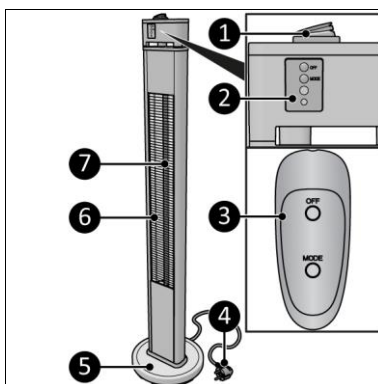
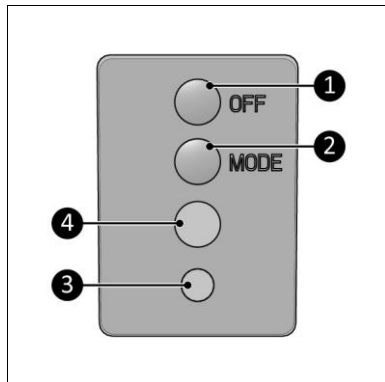
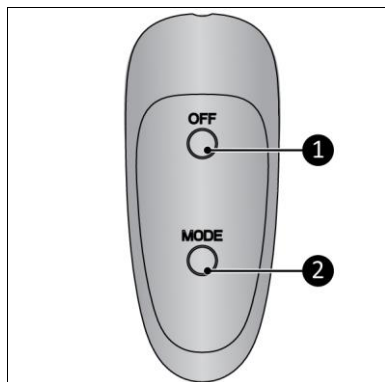
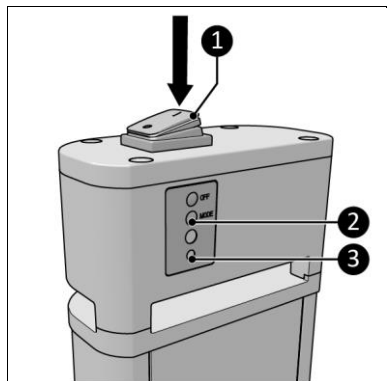

Figure 3
Figure 4
Figure 5
Figure 10
Le Q-Tower 2000 RCD est un appareil de chauffage électrique facile à utiliser pour une utilisation intérieure et extérieure avec une télécommande, voir (Figure 3), (Figure 4) et (Figure 5). L'appareil est doté d'une protection de basculement qui éteint automatiquement l'appareil quand celui-ci bascule. L'appareil fonctionne à nouveau normalement lorsqu'il est remis en position verticale. Avant de réutiliser l'appareil, éteignez-le, débranchez-le et vérifiez qu'il n'est pas endommagé. N'utilisez pas l'appareil s'il est endommagé ou qu'il présente un dysfonctionnement. Dans ce cas, contactez toujours votre fournisseur.
1. Appuyez sur le commutateur marche/arrêt (Figure 10, pos. 1).
2. Le témoin lumineux (Figure 10, pos. 3) clignote.
3. Appuyez sur le bouton MODE du panneau de commande (Figure 10, pos. 2) ou de la télécommande (Figure 5, pos. 2) jusqu'à ce que le réglage souhaité soit atteint :
1. Appuyez sur le bouton d'arrêt du panneau de commande (Figure 4, pos. 1) ou de la télécommande (Figure 5, pos. 1).